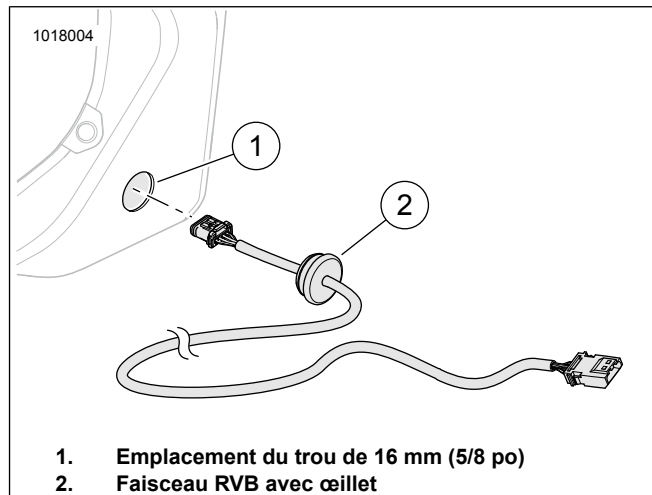

Figure 27. Installation du faisceau RVB
Voir la figure 27. De l'intérieur de la nacelle du haut-parleur, introduire l'extrémité mâle du faisceau avec l'œillet (2). Insérer l'œillet dans le trou de 16 po (5/8 po) (1) en faisant passer en premier le côté biseauté de l'œillet dans le trou. L'extérieur de l'œillet correctement installé devrait se placer contre l'extérieur de la nacelle de haut-parleur. Appuyer autour du périmètre de l'œillet pour le mettre en place.